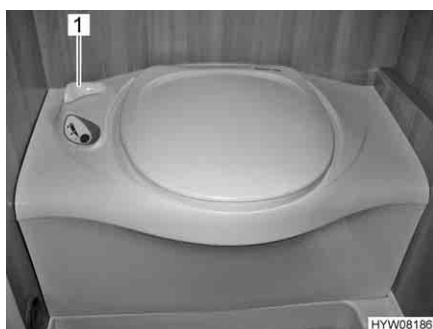

Fig. 93 Toilette Thetford
- Prima di tirare l'acqua, aprire il cursore della toilette Thetford. A tal fine ruotare la leva del cursore (Fig. 93,1) in senso antiorario.
- Dopo aver tirato l'acqua chiudere il cursore. Ruotare la leva del cursore (Fig. 93,1) in senso orario.